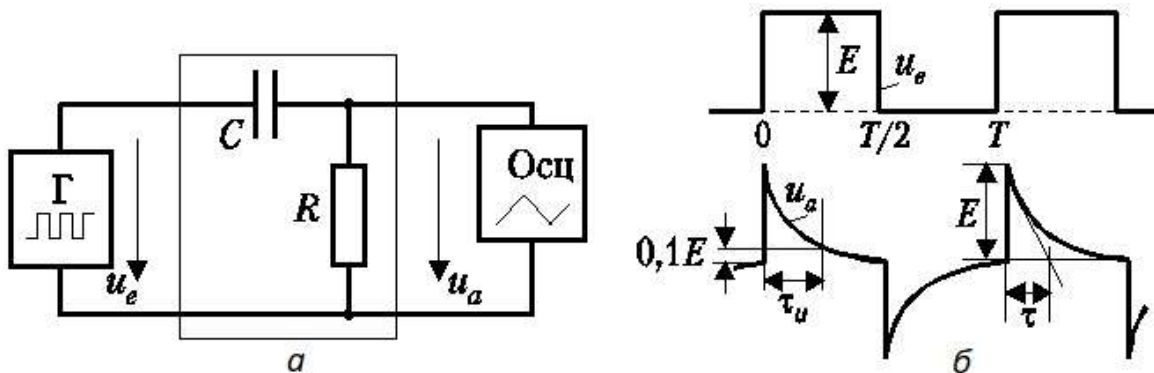

Рис. 6. Схема исследований дифференцирующей RC -цепи (ФВЧ) (а), пример осциллограмм напряжения (б)
2.7 Соберите RC -цепь (рис. 6, а) в варианте фильтра верхних частот (ФВЧ). Значения элементов: $R = 51$ кОм и $C = 1300$ пФ. Подайте на вход напряжение прямоугольной формы.